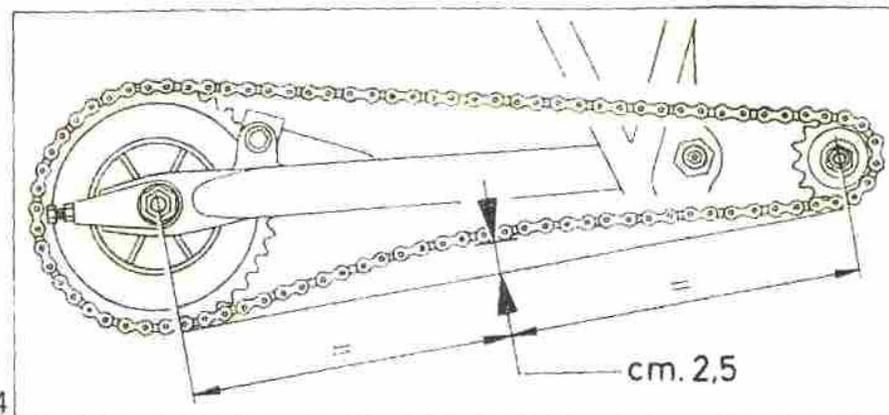

Fig. 4
- 3 - Con la motocicletta sul cavalletto controllare la tensione della catena, servendosi di un'asta appoggiata al di sotto della catena stessa (fig. 4)